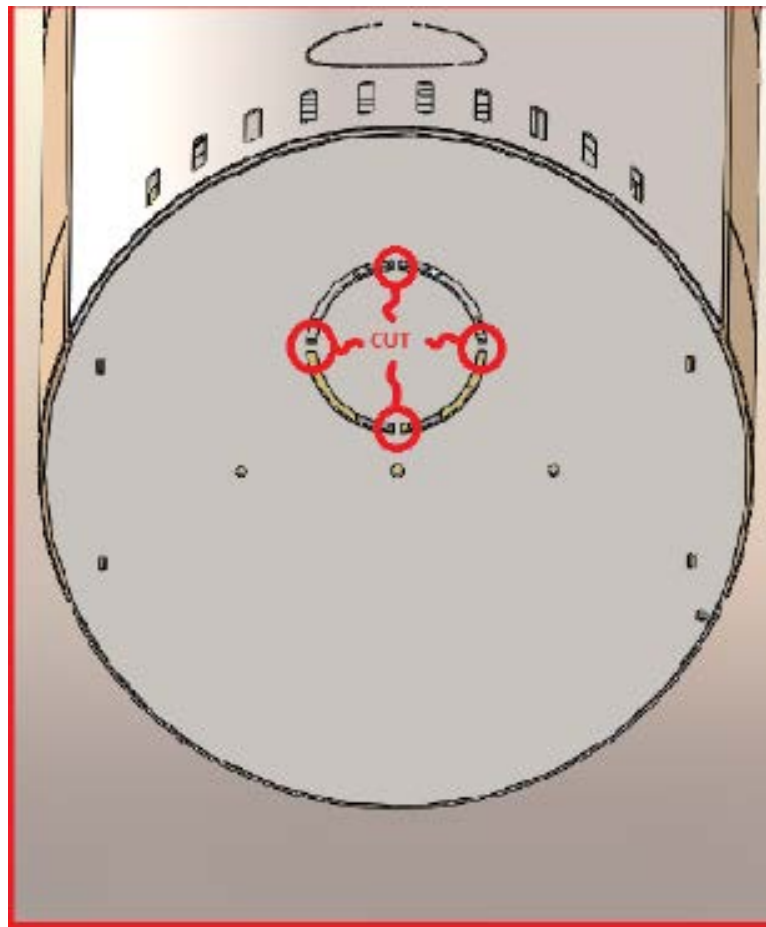

Abbildung 4 Schneiden der Mikrofugen am Boden des Kamins
5. Abbildung 4 Schneiden der Mikrofugen am Boden des Kamins	Seite 5